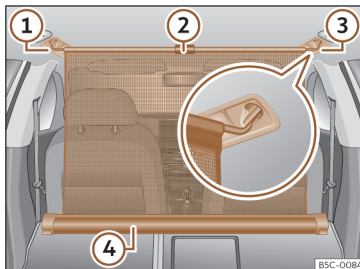

Fig. 137 En el maletero: red de separación enganchada con los respaldos del asiento trasero abatidos.
- Tire hacia arriba de la lengüeta»» fig. 137 ② para sacar la red de la carcasa»» fig. 137 ④.
- Enganche la red de separación en el lado derecho o izquierdo»» fig. 137 ③ (imagen ampliada).
- Enganche la red de separación en el alojamiento del otro lado»» fig. 137 ① estirando la barra.
La red de separación está correctamente montada cuando los extremos en forma de T están enganchados firmemente en los alojamientos correspondientes»» fig. 137 ③ y ①.
- Enrolle la red en la carcasa»» fig. 137 ④ bajándola con la mano.